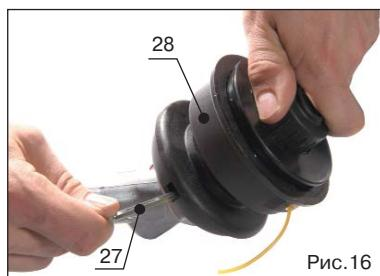

Рис.16
4. Зафиксируйте вал при помощи шестигранного ключа (поз.27, рис.16) и завинтите шпунту (поз.28, рис.16), поворачивая её против часовой стрелки